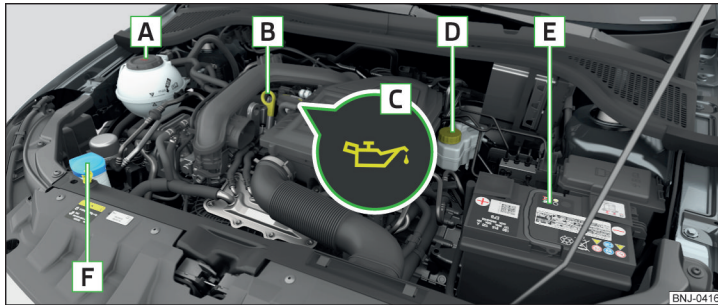

Abb. 247 Anordnungsbeispiel im Motorraum
- Den Deckel der Motoröleinfüllöffnung **C** abschrauben » Abb. 247 auf Seite 218.